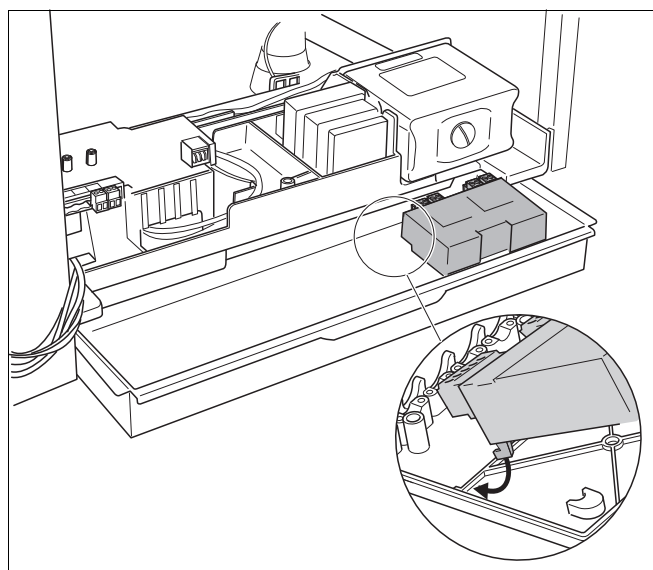

Bild 47 Haka fast funktionsmodulen i vägghållaren
- Haka fast funktionsmodulen-/modulerna i vägghållaren (bild 47).